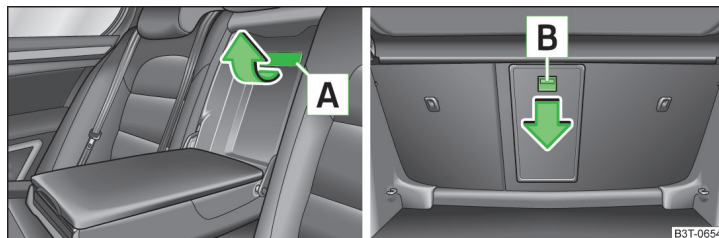

Abb. 97 Rücksitze: Deckelgriff / Gepäckraum: Entriegelungstaste
- › Den Griff **A** bis zum Anschlag in Pfeilrichtung nach oben ziehen und den Deckel nach unten klappen » Abb. 97.
- › Die Entriegelungstaste **B** » Abb. 97 in Pfeilrichtung schieben und den Deckel mit der Armlehne nach vorn klappen.
Darauf achten, dass die Armlehne nach dem Schließen immer eingerastet ist. Das lässt sich daran erkennen, dass das rote Feld oberhalb der Entriegelungstaste **B** » Abb. 97 vom Gepäckraum aus nicht zu sehen ist.